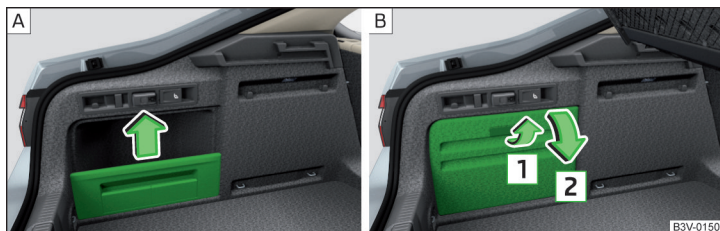

Fig. 149 Retirar los depósitos laterales / Abrir el compartimento lateral
- Abra y extraiga los depósitos laterales en ambos lados del maletero » fig. 149 de la pág. 121 - **B**.
En ambos lados del maletero se encuentran según el equipamiento del vehículo depósitos laterales » fig. 149 - [A] o compartimentos laterales bloqueables » fig. 149 - [B].
- Retirar el compartimento guardaobjetos en el sentido de la flecha » fig. 149 - [A].
- Para **abrir**, tirar el tirador en el sentido de la flecha **1** y abrir el compartimento en el sentido de la flecha **2** » fig. 149 - [B]. Se puede extraer el compartimento.
- Abrir los depósitos laterales en ambos lados del maletero » fig. 149 de la pág. 121 - **B**.